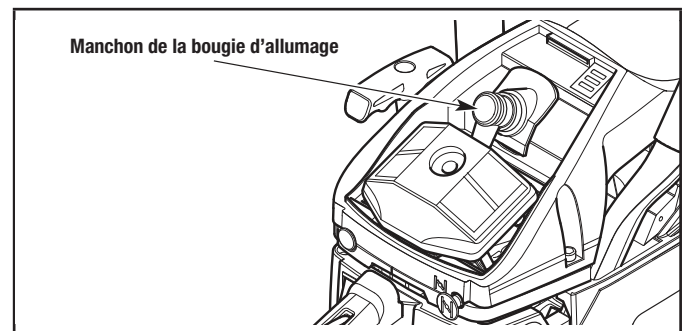

Figure 44
4. Saisissez fermement le culot de la bougie et retirez-le de la bougie (Fig. 44).